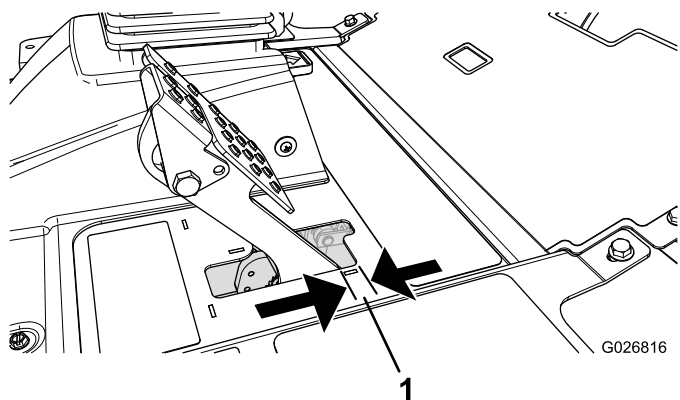

图 108
4. 轻踩刹车踏板；并测量踏板在没有阻力的情况下移动的距离（图 108）。
**注意：** 当刹车踏板的自由行程（图 108）超过 2.5cm 时，或需要施加更大的手刹力时，应调节刹车。
6. 紧固后螺母，向后移动拉线，直到在手刹锁住车轮之前，刹车踏板的自由行程（图 108）达到 6~13mm。